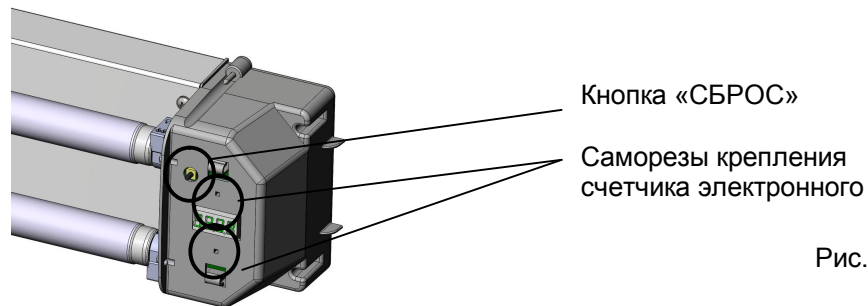

Рис.5
- Открутить саморезы, крепящие счетчик электронный (рис.5).
- Установить саморезы, крепящие счетчик электронный (рис.5).
5.6. Фиксация времени, отработанного лампами, осуществляется с помощью счетчика электронного с цифровым четырехразрядным индикатором, позволяющего фиксировать суммарную наработку ламп в часах (рис.2). Информация сохраняется в памяти счетчика при выключенном облучателе в течение 1 года. В конструкции счетчика включена кнопка сброса показаний при замене ламп (рис.5).
- Нажать кнопку «СБРОС» счетчика и удерживать (рис.5).